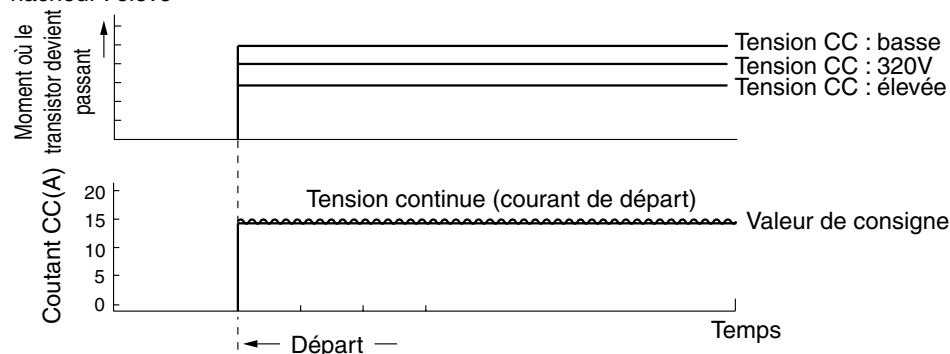

Fig. 7-10
- (2) Varies the turn-On time of the W^+ transistor according to the DC voltage level and the start is controlled so the start current is approx. 10A as shown in Fig.7-10.
- (2) Le moment où le transistor W^+ devient passant, la valeur de consigne est modifiée en fonction de la tension continue et le courant de départ est choisi à une valeur approximativement égale à 10A comme le montre la Fig. 7-10.